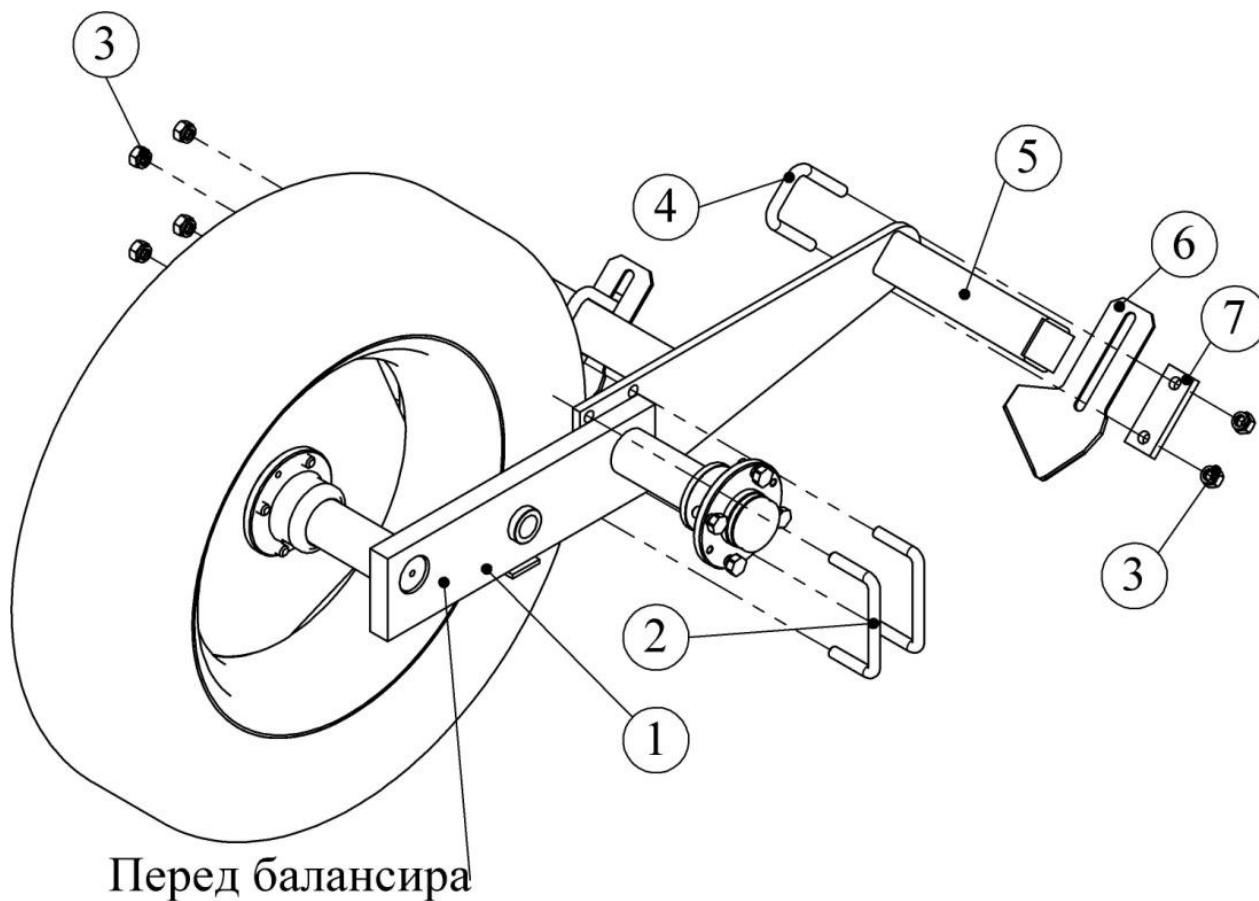

Рис. 7.1.6.1. Чистик прикатывающего колеса.
7.1.6.2. Металлический прикатывающий спиральный шлейф-каток (рис. 7.1.6.2)